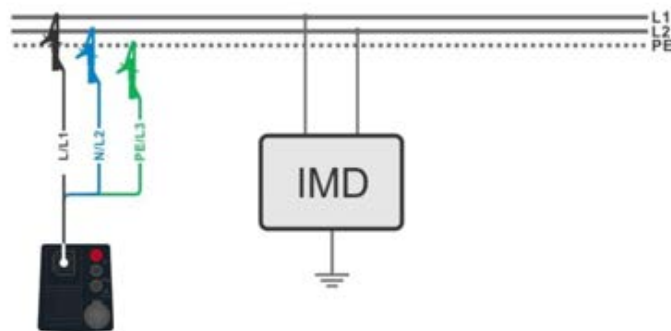
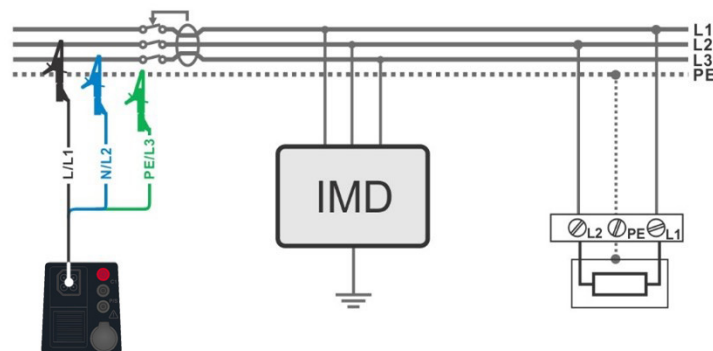

Abbildung 7.63: Messung des Ableitstroms des ersten Fehlers mit der 3-Leiter-Prüfleitung
Abbildung 7.64: Messung des Ableitstroms des ersten Fehlers im RCD geschützten Stromkreis mit der 3-Leiter-Prüfleitung
- › Schließen Sie den 3-Leiter Prüfadapter am Prüfobjekt an, siehe **Abbildung 7.63** und **Abbildung 7.64**.